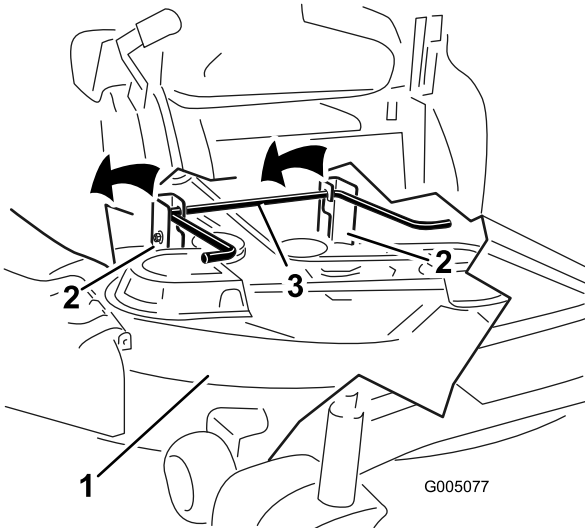

Figura 59
5. Eleve la carcasa de corte y separe ésta y las pletinas de suspensión de la varilla de elevación trasera; luego baje el cortacésped con cuidado al suelo (Figura 59).
5. Eleve la parte trasera de la carcasa de corte y coloque las pletinas de suspensión sobre la varilla de elevación trasera (Figura 59).